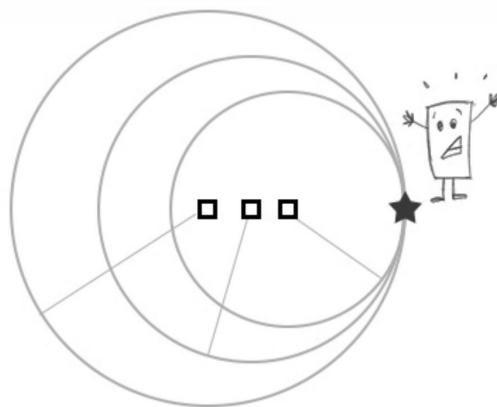

Figura 2: Regola 2
- Non collocare le ancore sulla stessa linea; è consigliato distribuire le ancore in modo che esse coprano tutte le direzioni. Nel caso in cui gli ancoraggi sono su una linea retta, l'errore di posizionamento sarà molto grande. Questo può essere visto nella figura 2.